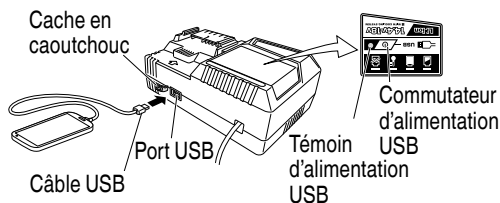

Fig. 13
- (2) Mettez le commutateur d'alimentation USB sur marche (Fig. 13)
- (3) Connectez le câble USB. (Fig. 13)
- (4) Lorsque la charge est terminée
- Mettez le commutateur d'alimentation USB sur arrêt et débranchez le câble d'alimentation de la prise électrique. (Fig. 13)